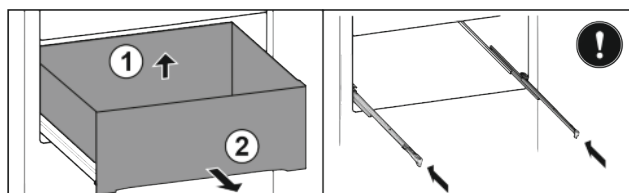

Fig. 30*
- ▶ Zásuvku nadzvedněte vzadu Fig. 30 (1).*
- ▶ Odeberte směrem dopředu Fig. 30 (2).*